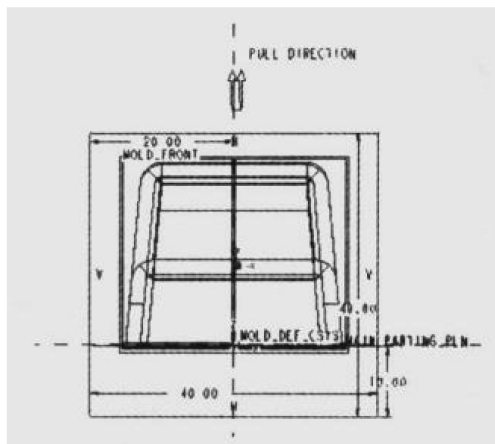

图 1.20 绘制截面
- 设置绘制参考为 MAIN_PARTING_PLN 平面和 RIGHT 平面后, 选择  按钮, 绘制如图 1.20 所示的截面